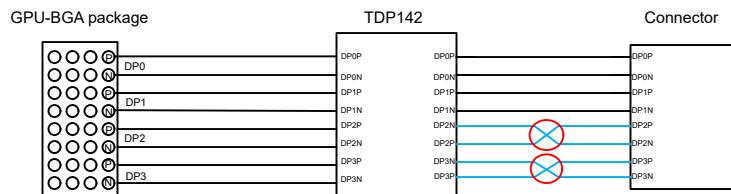
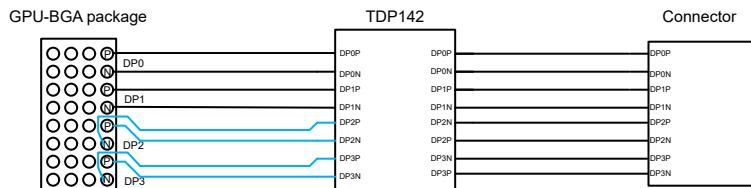

図 8-7. レイアウト例：出力側での信号交差
図 8-8. レイアウト例：INDP2 と INDP3 の極性スワップ
10. デバイスの出力ピンとコネクタとの間の順序が一致していないため、レイアウトでは OUTDP2 と OUTDP3 で信号が交差する可能性があります (図 8-7 を参照)。オプションの 1 つは、GPU が BGA パッケージである場合にデバイスの入力で極性をスワップし、使用するビアの数を最小限に抑えることです。
以下の図は、BGA パッケージを使用して、デバイスの出力とソースの DisplayPort コネクタとの間の不一致順序を調整する方法を示しています。図 8-7 に、TDP142-Q1 とコネクタとの間の交差セクションを示します。通常、交差を避けるためにビアを使用しますが、ビアを使用するとシグナルインテグリティが減衰する可能性があります。したがって、TDP142-Q1 の入力に極性スワップを実装できます。図 8-8 に、TDP142-Q1 とコネクタとの間に交差セクションがなくなることを示しています。このため、使用するビアの数を最小限に抑えることができます。このオプションは、BGA パッケージを使用しているソースにのみ有用であることに注意してください。